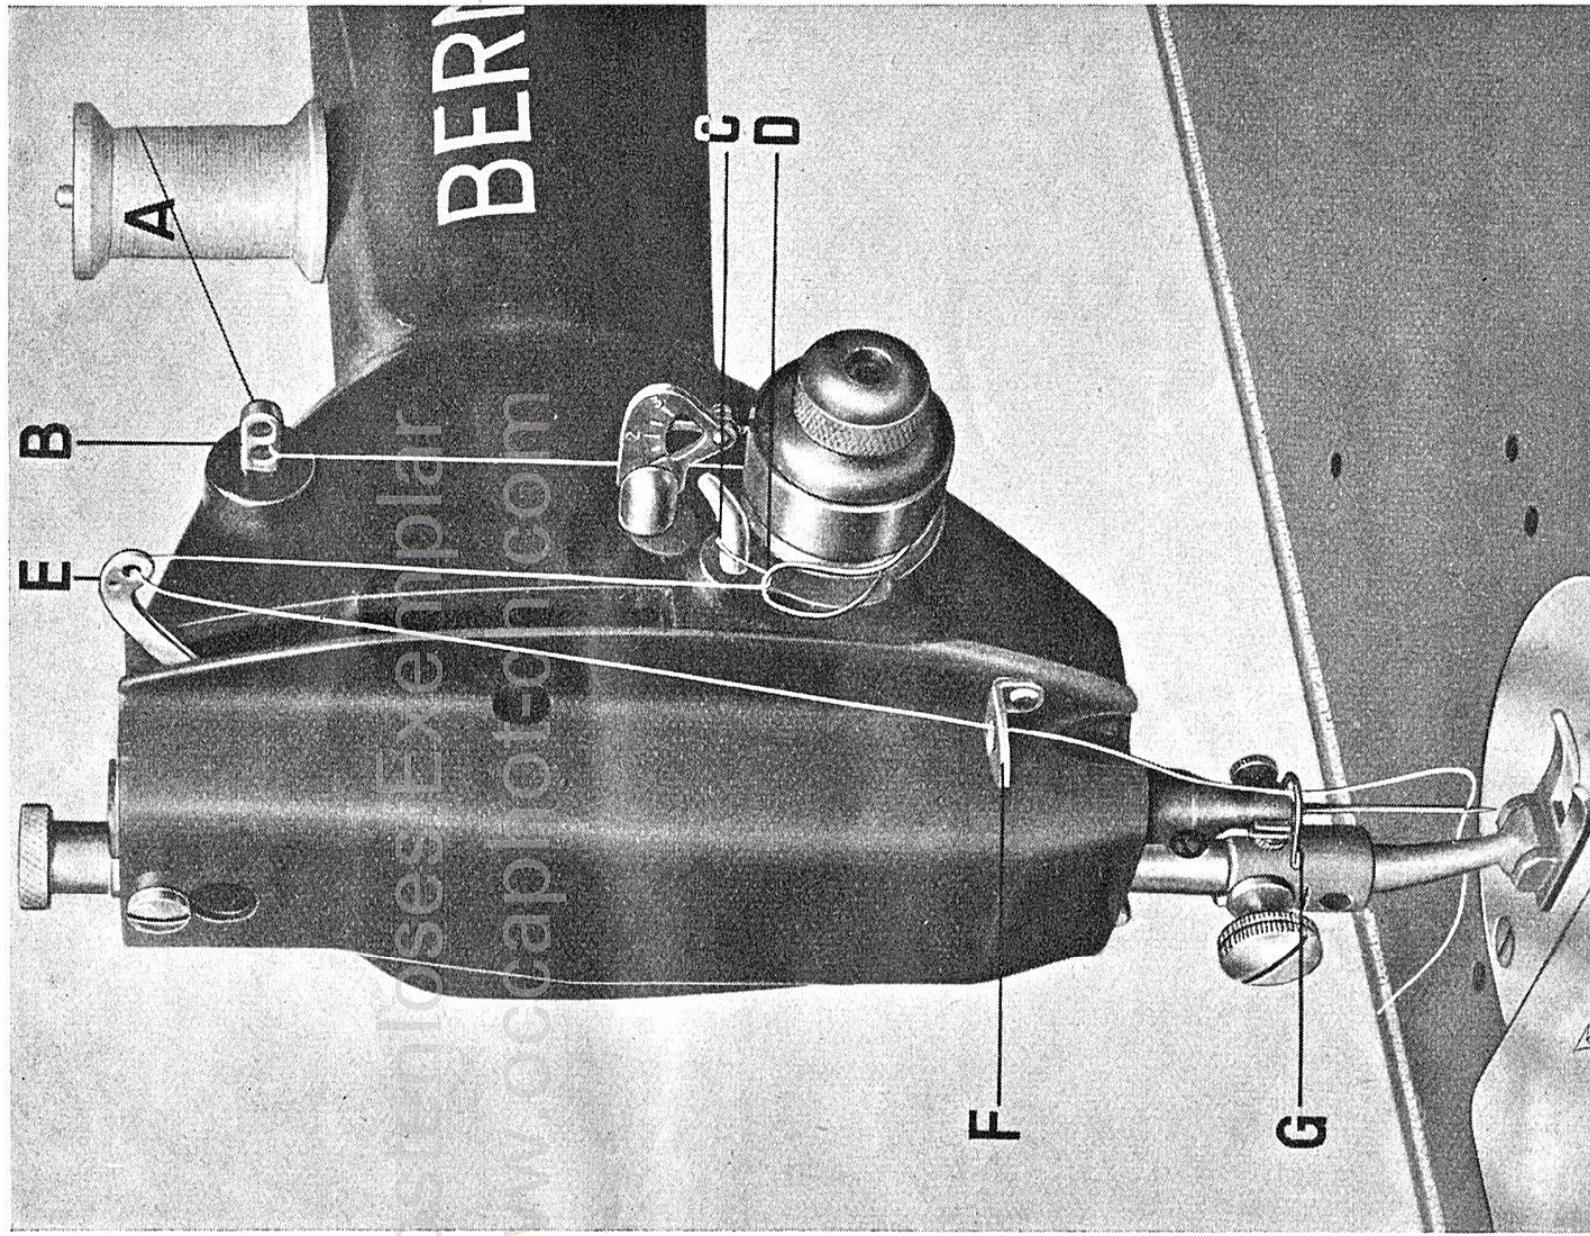
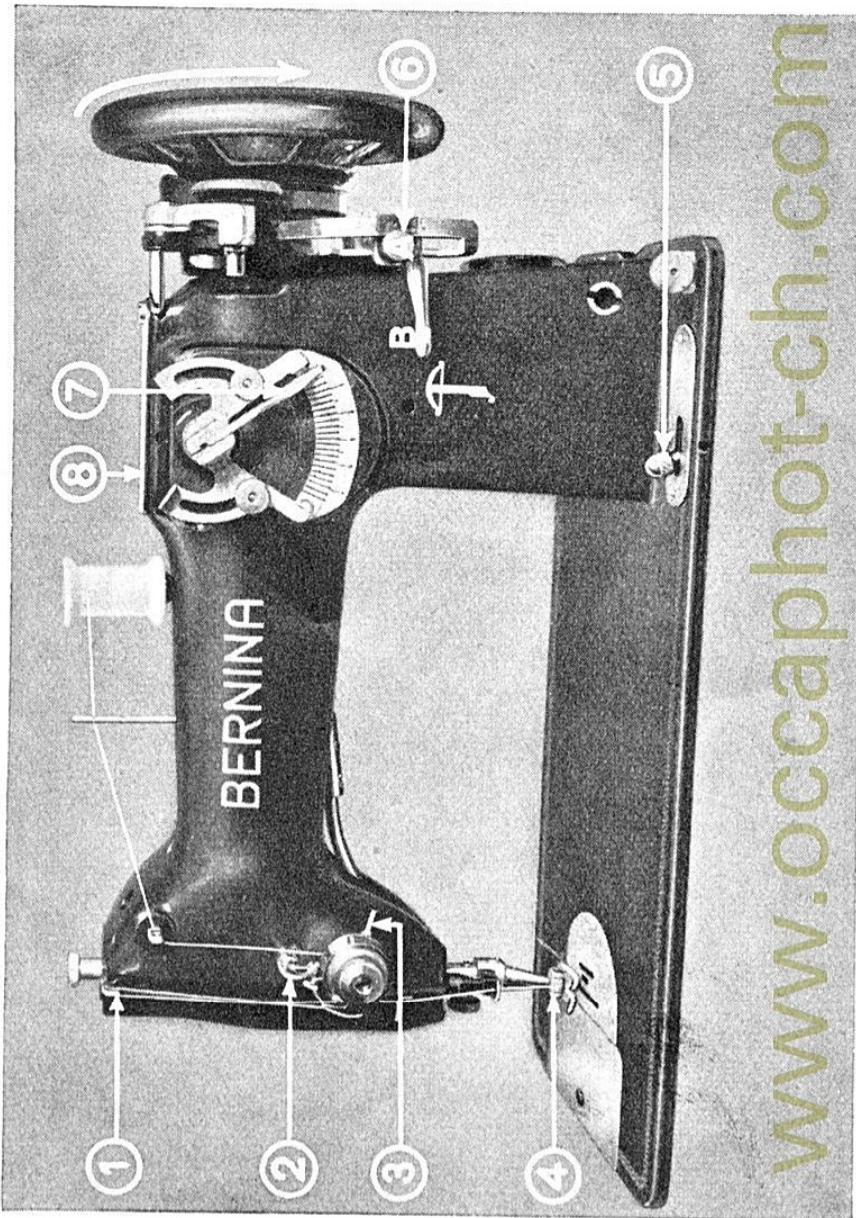

Abb. 7
Abb. 10
Man stellt den Fadenhebel E (Abb. 7, Seite 11) auf den **höchsten** Punkt. Mit dem Zeigefinger der linken Hand öffnet man das Kläppchen A und zieht mit Daumen und Zeigefinger an diesem Kläppchen die SpulenkapSEL samt Spule heraus.
Das Einsetzen der Spulenkapsel ist nur möglich, wenn die Nadel hoch steht und der Fadenhebel E (Abb. 7, Seite 11) auf höchster Stelle ist.
Der Nadelfaden (Oberfaden) wird **lose** in der linken Hand gehalten, während mit der rechten Hand das Handrad um eine Umdrehung gedreht wird, bis der Fadengeber E (Abb. 7, Seite 11) wieder auf höchster Stelle steht! Drehrichtung gegen sich (Abb. 10, Seite 14). Der Nadelfaden wird nun **leicht** angezogen, worauf der Unterfaden hochkommt. (Siehe untenstehende Abbildung.) Ober- und Unterfaden werden nun leicht gespannt nach rückwärts unter den Nähfuss gelegt.
Das Vor- und Rückwärtsnähen und das Einstellen verschiedener Stichlängen. Das Vor- und Rückwärtsnähen hat den Zweck, gewisse Partien bequem verstärken und verstäten zu können. Je nach der Stellung des Hebels B (Abb. 10, Seite 14, Ziffer 6) näht die Maschine vor- oder rückwärts und macht zudem lange oder kurze Stiche. Drückt man den Hebel B unter 0 nach unten, so näht die Maschine **vorwärts**, — drückt man denselben nach oben über 0, so näht die Maschine **rückwärts**. Je mehr der Hebel vom Punkt 0 aus nach unten oder oben gestellt wird, je **länger** wird der Vor-, resp. Rückwärtstisch.
Damit der Vor- und Rückwärtstisch beim Verstäten gleich lang wird, ist eine Anschlagschraube A (siehe Abbildung 10, Seite 14) vorgesehen, durch welche die Auf- und Ab-Bewegung des Hebels B durch Rechtsdrehen begrenzt wird. Dreht man die Schraube A nach links, so wird die Verschiebbarkeit des Hebels B vergrössert.
1. Man bediene sich des Vor- und Rückwärtsschraublers (Abb. 10, Ziffer 6, Seite 14, Hebel B).
2. Durch Umstellen des Hebels (Abb. 10, Ziffer 5, Seite 14) **nach rechts** auf Stickcn! Man macht so 3—5 Stiche ohne dass der Stoff transportiert wird und stelle dann sofort diesen Hebel **während des Tretens** wieder nach links, also auf Nähen zurück.
Man bringt den Fadenhebel E (Abb. 7, Seite 11) in seine höchste Stellung. (Nicht, wie man es so oft sieht, mit den Füßen abbremsen und mit den Füßen die Nadel zurechtbalancieren, sondern mit der rechten Hand am Handrad drehen, bis der Fadengeber an seiner **höchsten** Stelle ist). Nun hebt man den Nähfuss mittelst des Nähfusshebels hoch, gleichzeitig wird dadurch die Oberfadenspannung ganz locker, so dass hierauf die Arbeit ohne vorheriges Fadennachziehen bequem **nach hinten** abgenommen werden kann.